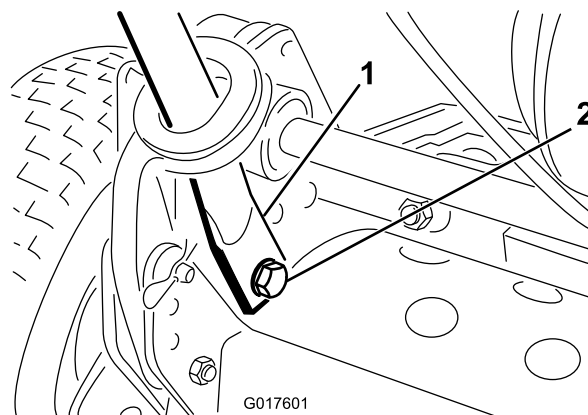

Figura 3
4. Premete verso l'interno le estremità della stegola e montatele sui perni di montaggio (Figura 3).
5. Fissate le estremità della stegola ai perni di montaggio con bulloni, rondelle o rondelle di bloccaggio rimosse in precedenza (Figura 3).
6. Fissate con sicurezza i bracci della stegola sul retro dell'intelaiatura utilizzando le coppiglie a forcina ed i perni ad anello tolti in precedenza (Figura 3).